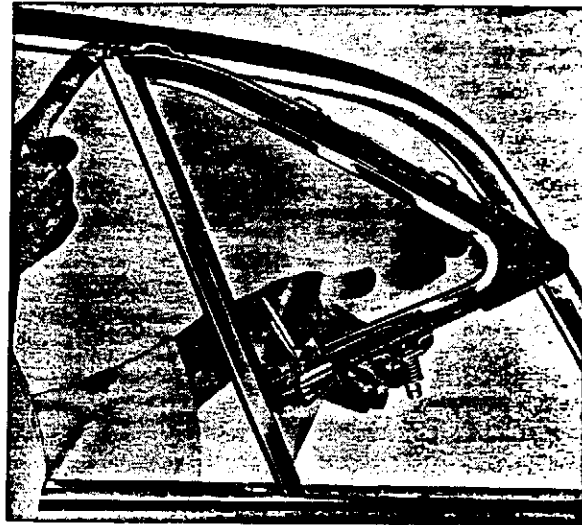

Abb. 34 Herausheben des Drehfensters
5. Fenster laut Abb. 34 anheben.